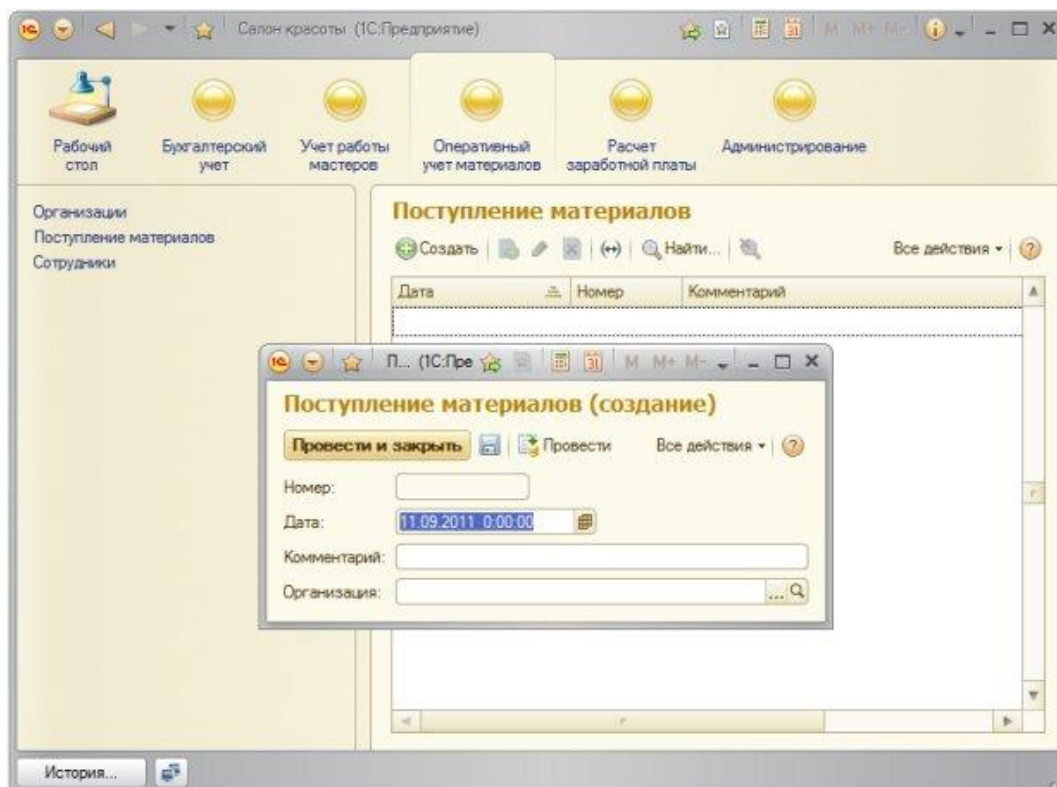

Рисунок 5.24- Документ «ПоступлениеМатериалов»
9.9 Откроем теперь окно создания документа **ПоступлениеМатериалов**. Здесь мы видим два общих реквизита – **Комментарий** и **Организация**, Рисунок 5.24.